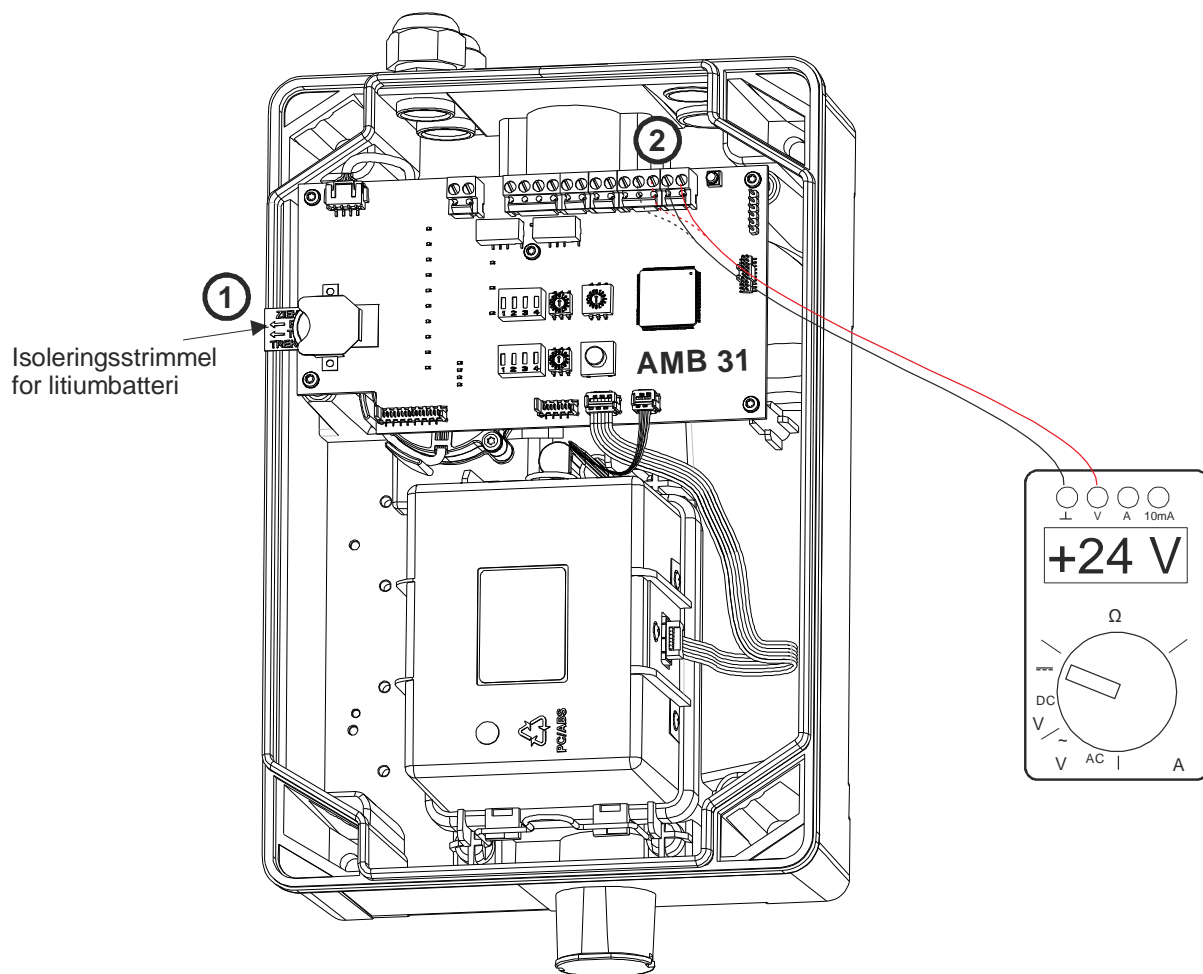

Fig. 46 Detektorhus åpnet for idriftsetting
- Fjern isoleringsstrimlene fra litiumbatteriet (på AMB 31) (se Fig. 46(1)).
21,6 til 27,6 VDC (med 24 VDC strømforsyning) (se Fig. 46 (2)).